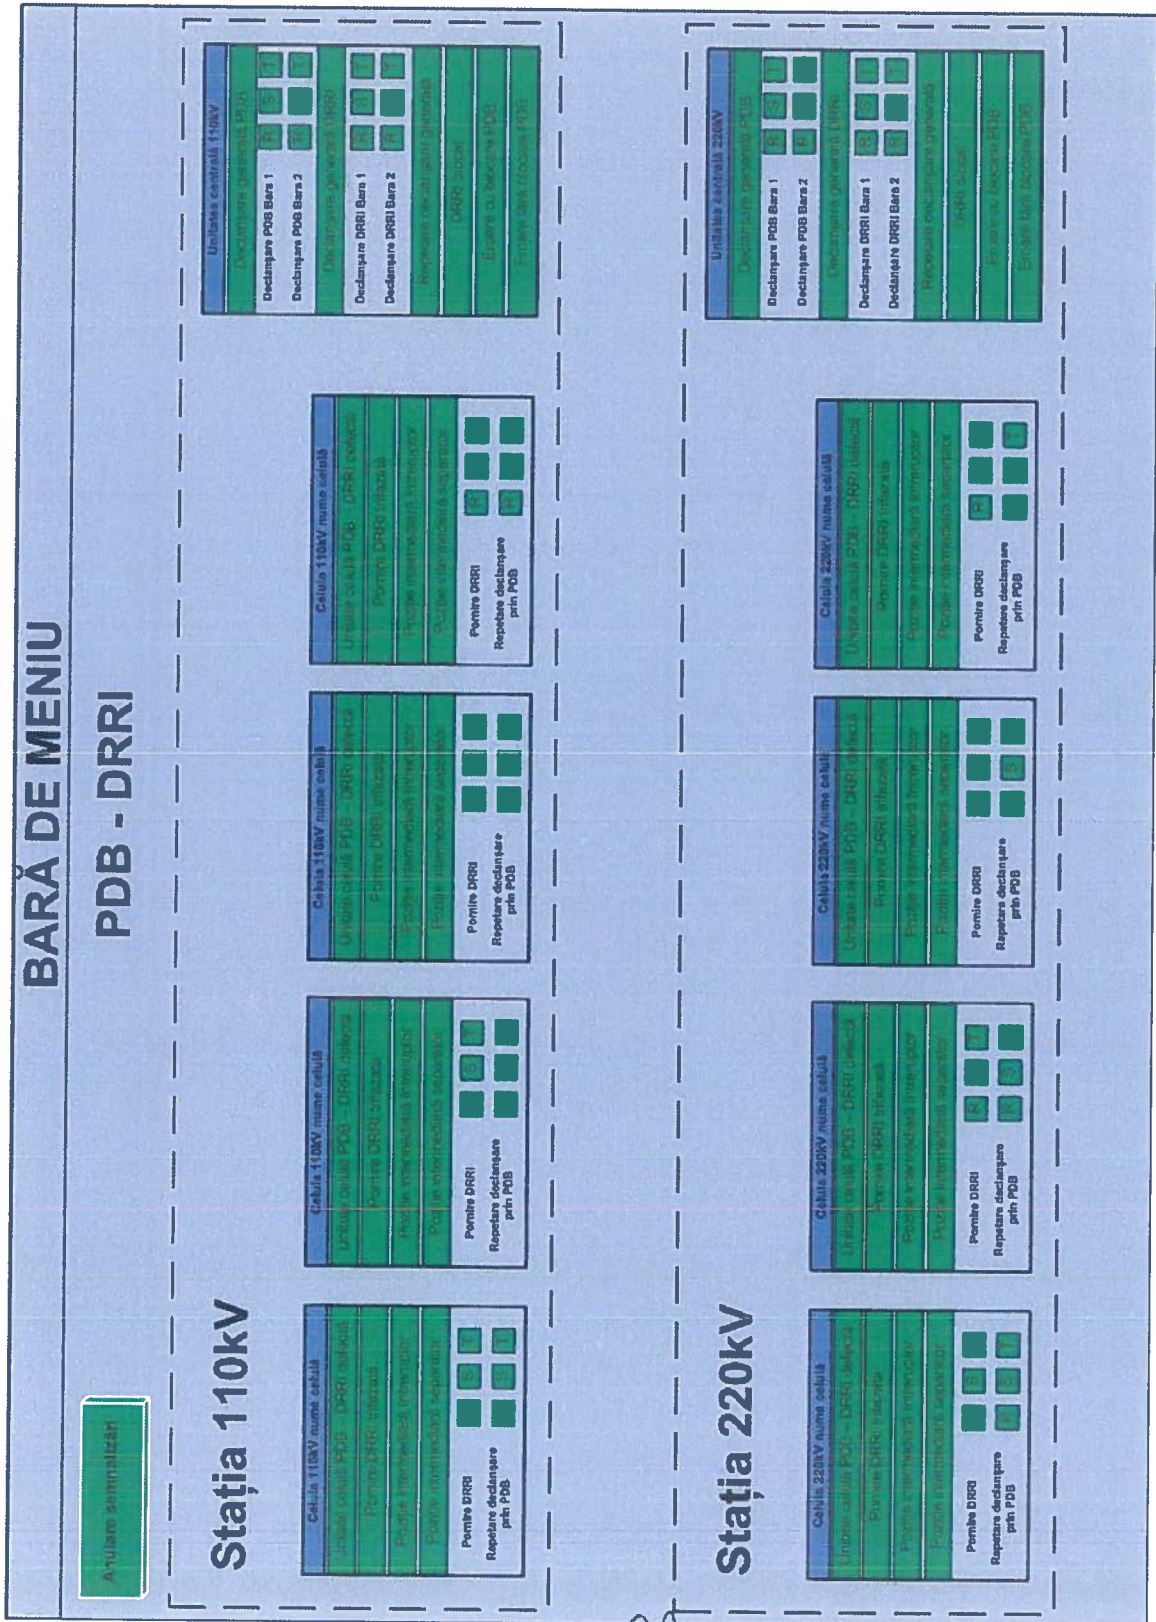

Fig. 8.25
8.12. Ecranul ce conține informații cu privire la starea protecției diferențiale de bare. (Fig. 8.25)
Informațiile furnizate de unitățile centrale și cele de celulă vor fi grupate în chenare separate pentru fiecare echipament. (Fig. 8.25).
Chenarul aferent unei unități de celulă va avea culoarea neagră iar în partea superioară va fi o etichetă statică în care se va inscripționa numele celulei și nivelul de tensiune la care se află acesta. Tot în acest chenar se vor afla etichete dinamice prin intermediul cărora se va semnaliza starea unității de celulă, pornirea trifazată a DRRI, pozițiile neconforme ale separatoarelor și întreruptoarelor, pornirea DRRI pe fiecare fază, și repetarea declanșării prin PDB cu faza aferentă (conform Fig 8.25).
Chenarul aferent unei unități centrale de PDB va avea culoarea neagră iar în partea superioară va fi o etichetă statică inscripționată cu „Unitatea centrală ” și nivelul de tensiune la care se află aceasta. Tot în acest chenar se vor afla etichete dinamice prin intermediul cărora vor fi semnalizate declanșările PDB și DRRI pentru fiecare fază și pentru fiecare bară, repetarea declanșării, starea de blocat a DRRI și intrarea în eroare a unității centrale de PDB (conform Fig 8.25).